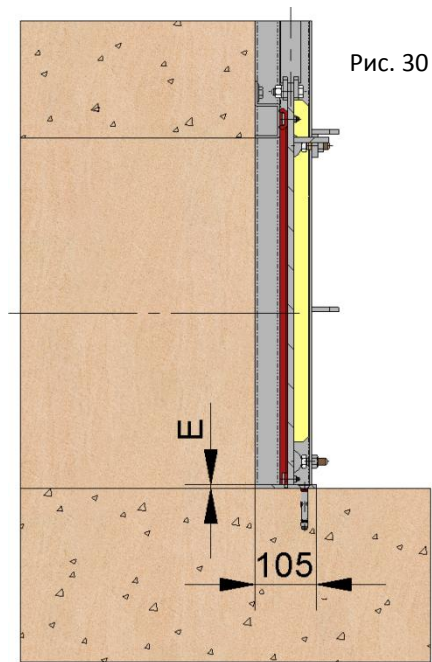

Рис. 30
При невозможности проделать канавку для установки затвора в бетон существует возможность изготовления затвора с плоской нижней балкой для установки с помощью анкерных или химических креплений (Рис. 30). На дно канала крепится гладкая полоса, обеспечивающая нижнее уплотнение затвора. Толщина полосы (параметр E) зависит от ширины затвора (A) и определяется по таблице 4.